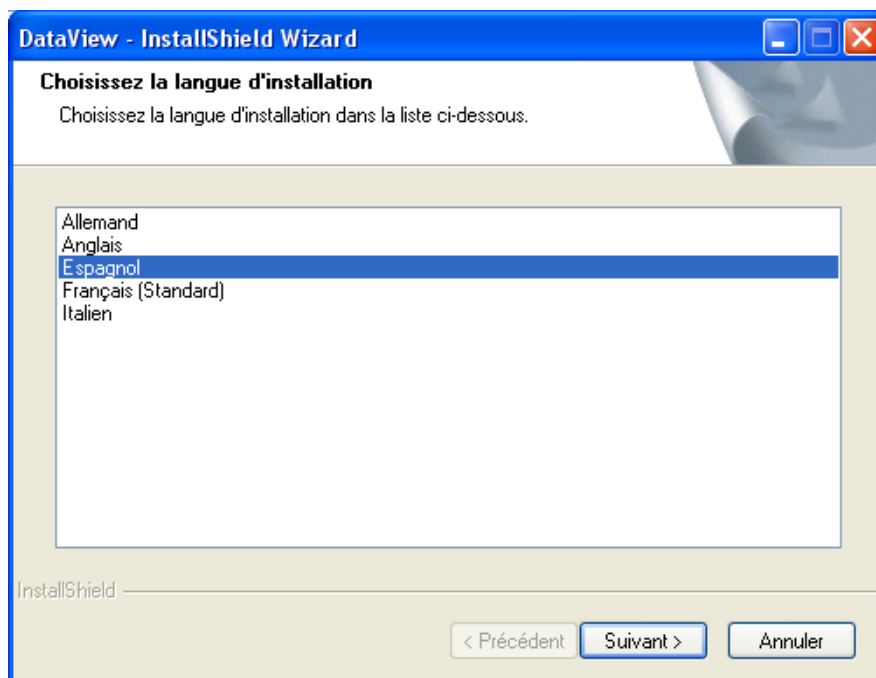

Figura 1-1
2. Una ventana de selección para la instalación se abre, idéntica a la Figura 1-1 a continuación: